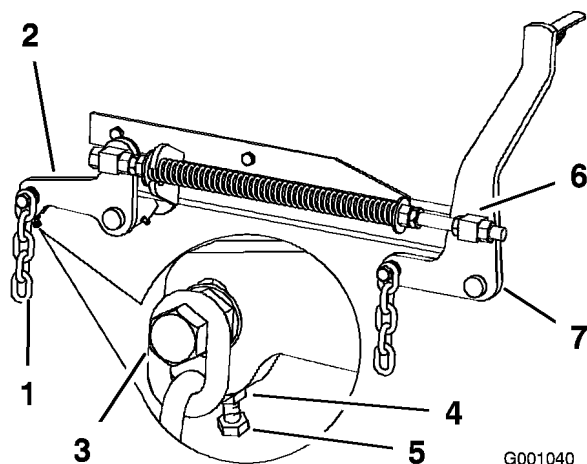

Figura 66
7. Si las medidas realizadas en las posiciones **B** o **C** no son correctas, afloje el perno que fija la cadena trasera al brazo de soporte trasero (Figura 66).
8. Afloje la contratuerca situada debajo del brazo de soporte trasero y ajuste el perno de ajuste hasta obtener una medida de 79 a 82 mm (3-1/8 a 3-1/4 pulg.) (Figura 66).
7. Afloje las contratueras de pivote delantero, en la parte delantera de los pivotes derecho e izquierdo, aproximadamente 13 mm (1/2 pulg.) (Figura 66).
8. Ajuste las tuercas de elevación en el lado izquierdo y derecho de la máquina hasta obtener 6 a 10 mm (1/4 to 3/8 pulg.) menos en la parte delantera en **A** que en la parte trasera, en **B** (Figura 66).